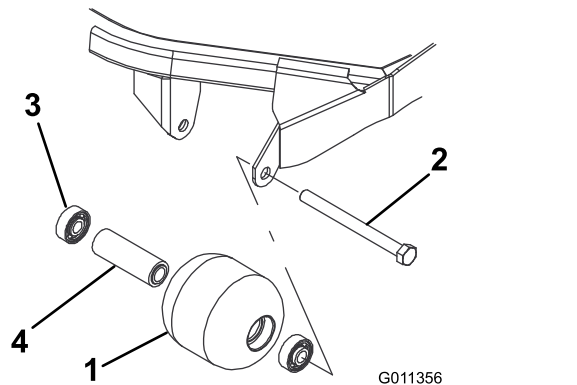

Figure 82
1. Retirez le boulon de fixation du galet (Figure 82).
4. Vérifiez l'état du logement de roulements, des roulements et de l'entretoise de roulements (Figure 82). Remplacez les composants endommagés et remontez-les.
1. Enfoncez le premier roulement dans le logement à la presse (Figure 82). Exercez la pression uniquement sur la bague extérieure ou uniformément sur les bagues intérieure et extérieure.
2. Insérez l'entretoise (Figure 82).
3. Enfoncez le second roulement dans le logement à la presse (Figure 82). Exercez une pression uniforme sur les bagues intérieure et extérieure jusqu'à ce que la bague intérieure rencontre la douille d'écartement.